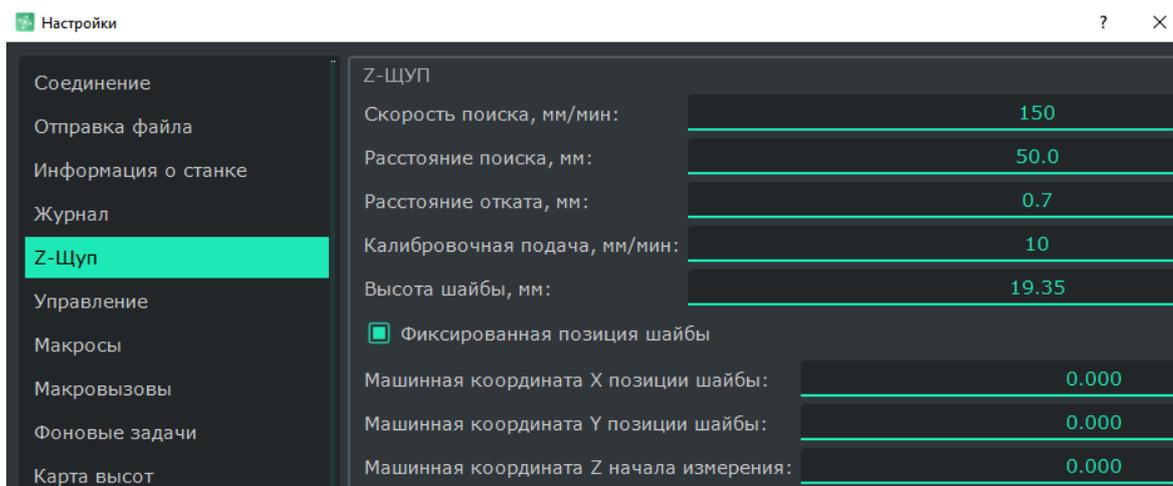

Рисунок 52. Настройки процедуры Z-щуп
1. Перед началом работы в меню *Сервис* → *Настройки* → *Z-щуп* необходимо правильно указать высоту Вашей шайбы (см. рис. 52).